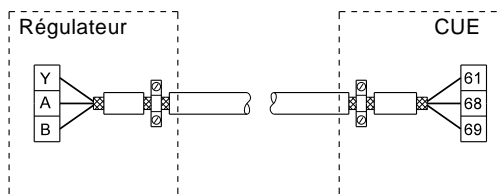
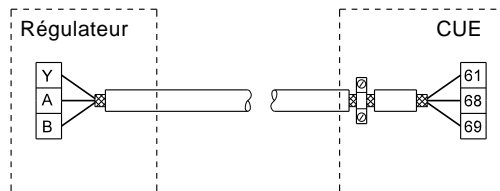

Fig. 40 Exemple de branchement d'un câble de synchronisation à 3 conducteurs, avec blindage branché aux deux extrémités
Fig. 41 Exemple de branchement d'un câble de synchronisation à 3 conducteurs, avec blindage branché au CUE (régulateur sans serre-câbles)
- Raccorder le blindage à la terre aux deux extrémités câbles de signaux et câbles du moteur. Voir fig. 40. Si le régulateur n'a pas de serre-câbles, raccorder seulement le blindage au CUE. Voir fig. 41.